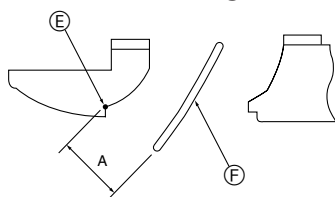

Fig. 5-10
- Для регулировки нужного направления потока воздуха, медленно поднимите/опустите заслонки в пределах указанного диапазона. (Fig. 5-10)